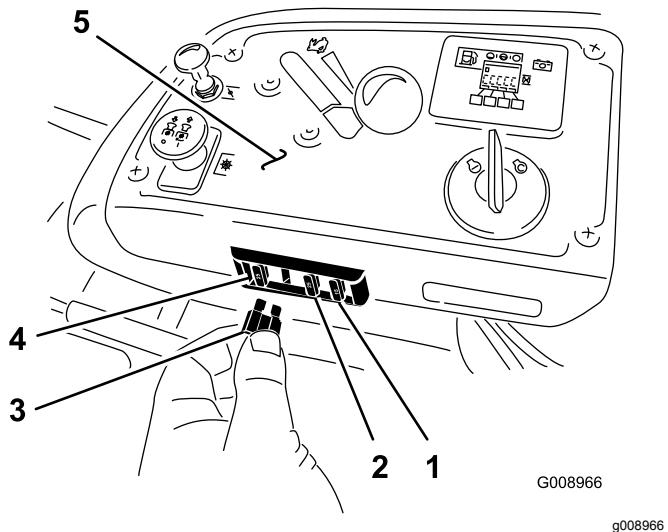

Figura 58
1. Los fusibles están situados en la consola, a la derecha del asiento (Figura 58).
3. Instale un fusible nuevo (Figura 58).